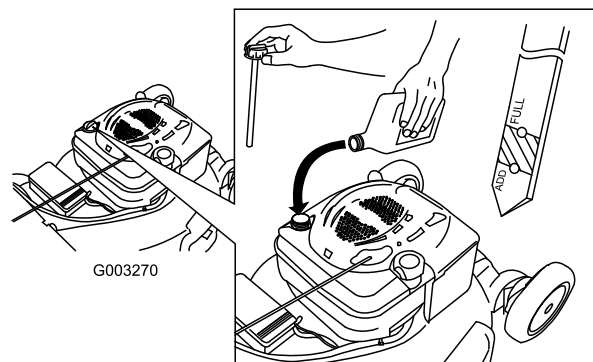

Figura 38
12. Rimuovete l'asta di livello e controllate il livello dell'olio; fate riferimento a Figura 38.